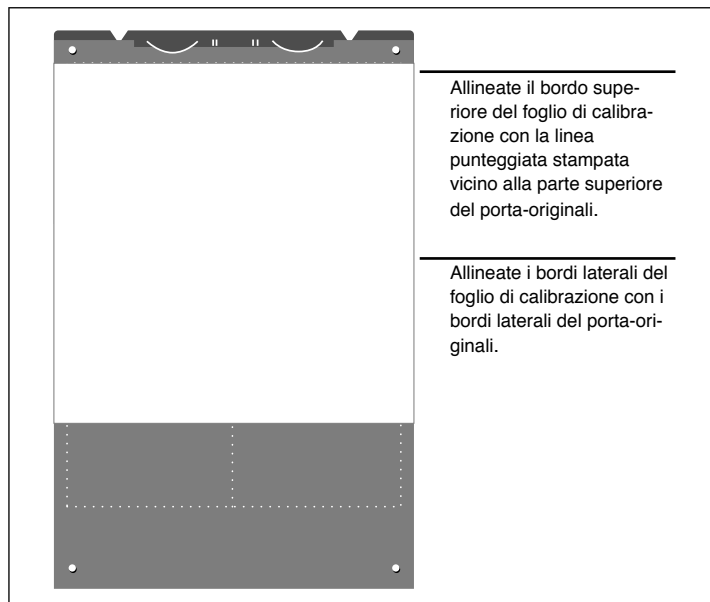

Figura 7: Posizionamento del foglio di calibrazione bianco sul porta-riflessioni
3. Allineate il bordo superiore del target con la linea punteggiata vicino alla parte superiore del porta-originali. Allineate ciascun lato del target coi bordi del porta-originali. Vedi Figura 7.